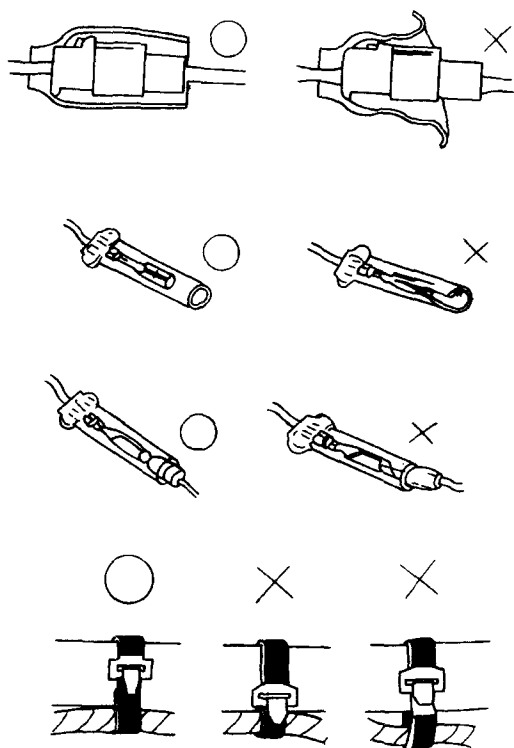
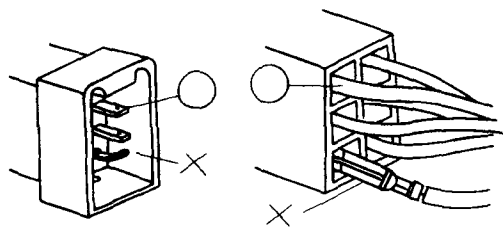

图 1-4 单头插接件的连接
图 1-5 多头插接件的连接
(11) 电线插接件通常有两种，一种是单头插接件（见图 1-4），一种是多头插接件（见图 1-5）。